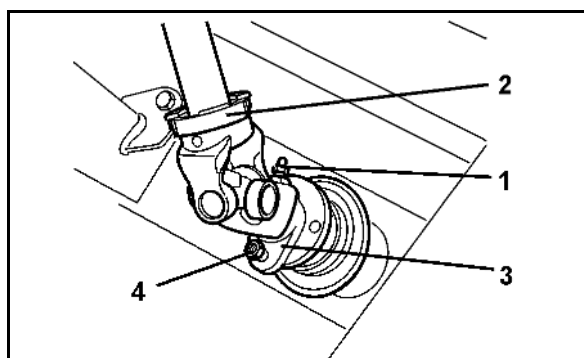

Fig. 59
9. Colocar la mitad del estribo tubular de protección (Fig. 59/1).
10. Girar el embudo de protección (Fig. 59/2) a la posición de bloqueo.
11. Enroscar el tornillo de retención (Fig. 59/3).